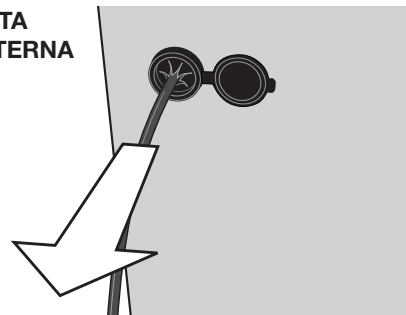

Figura 3
- Luego de retirar el obturador, inserte la arandela de goma Power Pass™. **NO** pase el cable de extensión a través del orificio si no se ha colocado la arandela de goma (vea la figura 3).
4. Cuando pase los cables hacia la caja, asegúrese siempre de entrar a la misma desde la parte de atrás. Después que el cabezal del cable esté en su sitio, retroceda de 2 a 3 pulg. para asegurarse de que los sellos de estrella de estanqueidad queden hacia el exterior de la caja (figura 3). *Nunca empuje el cable desde el interior de la caja de modo que las puntas del enchufe de acoplamiento queden expuestas a la intemperie.*